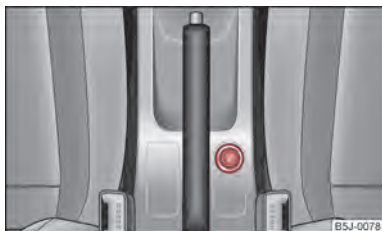

Fig. 65 Consola centrală: Bricheta
- Apăsați capătul brichetei înăuntru ⇒ fig. 65.